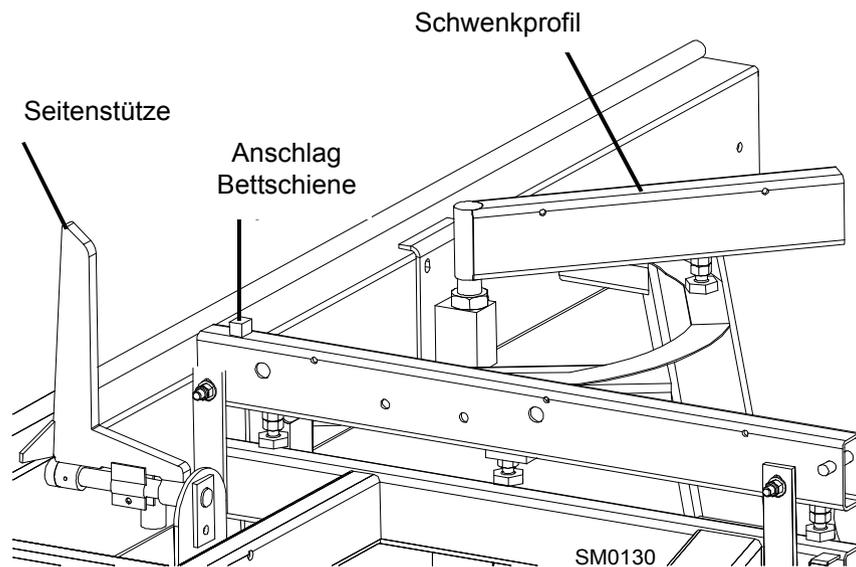

ABB. 2-3
Siehe Abbildung 2-3.
5. Mit der Einstellschraube für die Neigung einstellen, wo das Band auf der Riemenscheibe läuft, siehe Abbildung 2-3.